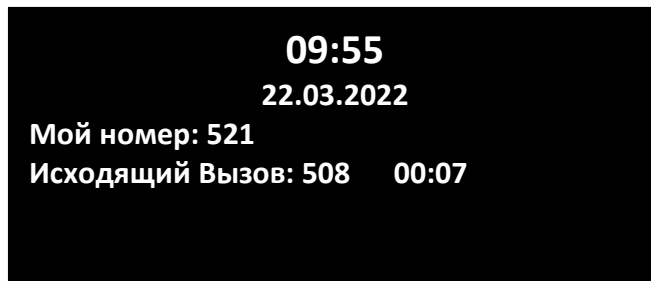

Рисунок 13 – Исходящий вызов абонента
2.5.3.1 Для вызова абонента следует нажать на клавишу, соответствующую вызываемому абоненту. На дисплее отобразится информация об исходящем вызове: номер вызываемого абонента и длительность вызова (см. рисунок 13).